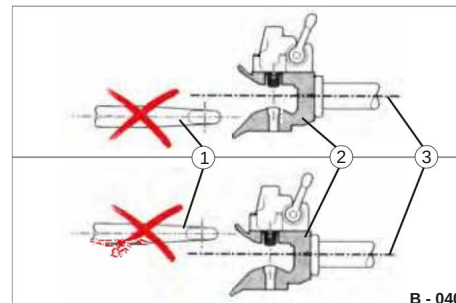

Fig. 39 Regolazione dell'altezza non corretta
• Regolare l'altezza in modo che la barra di traino tocchi l'asse centrale (Fig. 39/3) o leggermente il lobo inferiore della bocca di cattura.